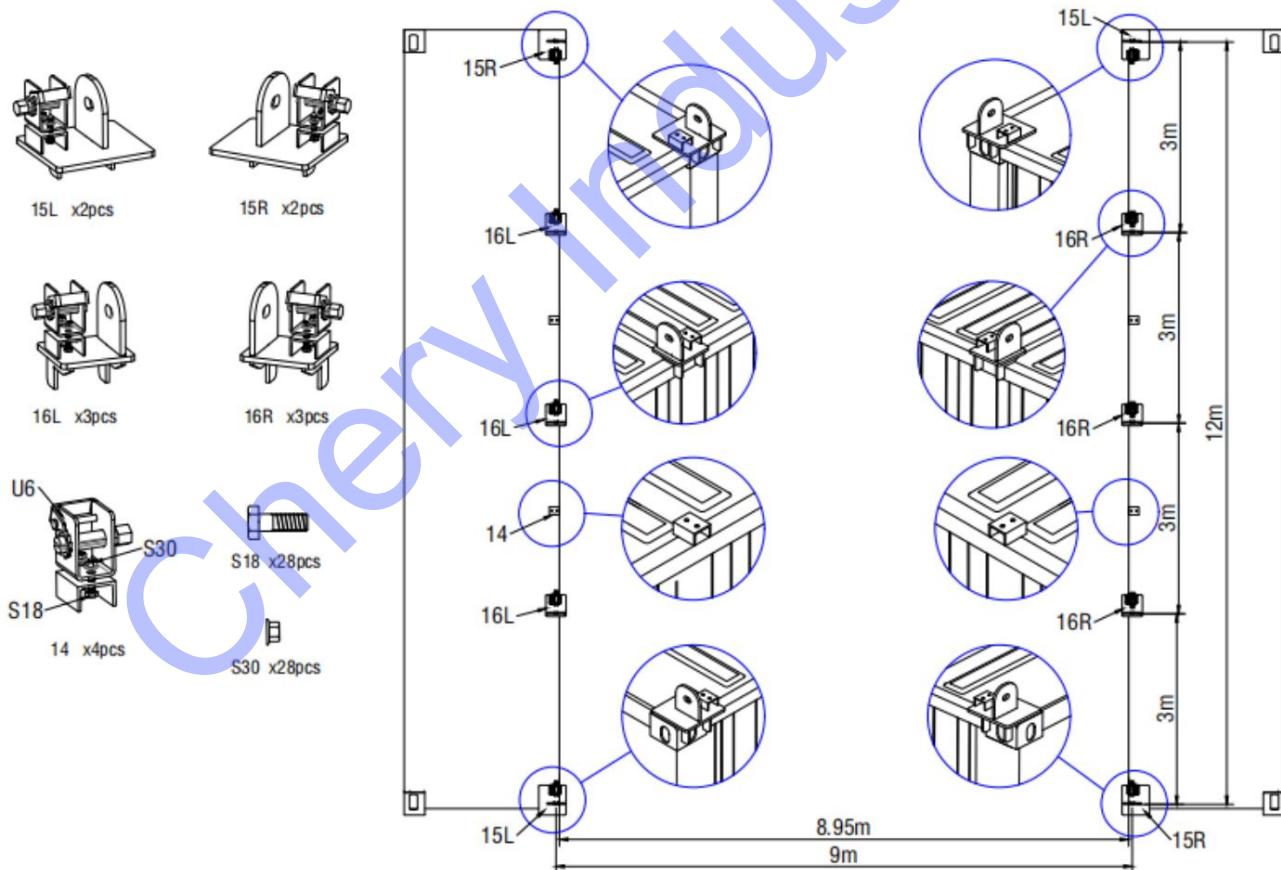

Figure 1
B. Mesurez en diagonale, de centre à centre, les tubes. Ces mesures doivent être identiques à celles de la figure 1 ci-dessous. Les plaques de base (15L/15R1/16L/16R) doivent être entièrement soudées à l'intérieur et à l'extérieur. La pièce n° 14 n'a pas besoin d'être soudée au préalable. La position de soudage peut être déterminée en fonction de la position des sangles de la couverture de toit lors de son installation.